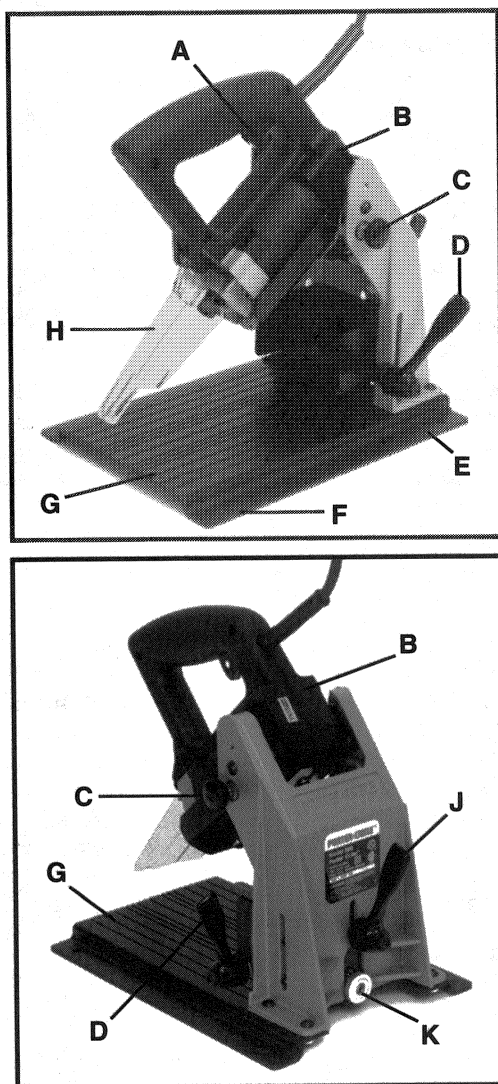

Fig. 1
2. Abaissez la poignée en tournant le bouton de la serrure pour transport (voir Fig. 1) en sens inverse des aiguilles d'une montre de quatre à six tours complets pour desserrer la serrure.
3. Pivotez le bloc-moteur de haut en bas en vérifiant un mouvement libre. Quand desserré, le bloc-moteur devrait pencher jusqu'à approximativement 45° (voir Fig. 1).
4. Engagez la serrure en position HAUTE avant de le régler ou changer de mèche. **POUR ENGAGER:** Penchez le bloc-moteur en position HAUTE et tenez-le en tournant le bouton de la serrure en sens des aiguilles d'une montre jusqu'à ce qu'il soit bien serré. **POUR DESSERRER:** Soulever le bloc-moteur et tenez-le en tournant le bouton de la serrure pour transport (voir Fig. 1) en sens inverse des aiguilles d'une montre de quatre à six tours complets pour desserrer la serrure. Abaissez doucement le moteur et vérifiez un mouvement libre.
1. Appuyez sur la gâchette (Voir Fig. 1) pour démarrer le moteur. Relâchez la gâchette pour arrêter le moteur.